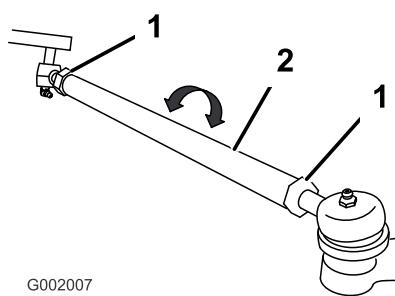

Figure 49
5. Si les mesures sont hors spécifications, desserrez les écrous de blocage aux deux extrémités des biellettes (Figure 49).